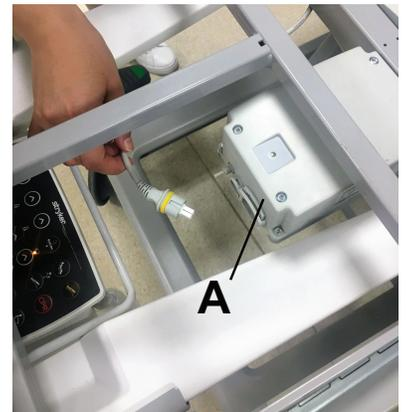

Abbildung 8 – Arretieren und Lösen des Batteriekabels
2. Den Akku suchen (Abbildung 8).
4. Die Batteriekabelarretierung andrücken, um das Batteriekabel im Akku (A) einrasten zu lassen.